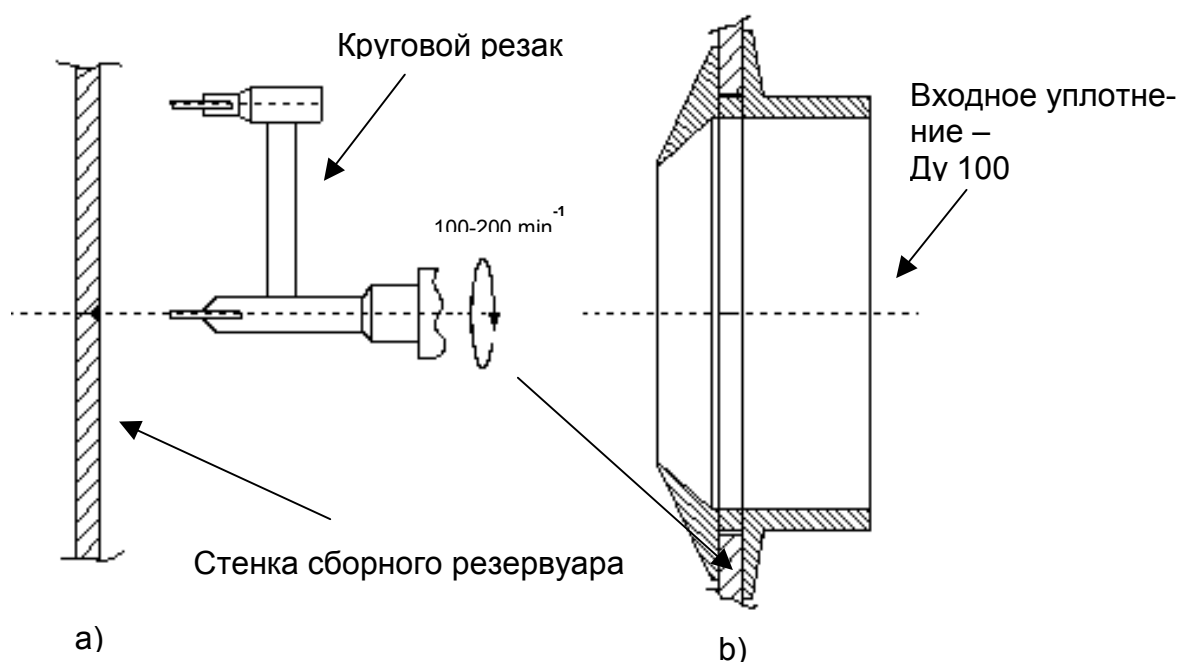

Рис. 5
- С помощью прилагаемого кругового резака, который может использоваться с ручной электродрелью, прорезается соответствующее отверстие для подводящего трубопровода в стенке сборного резервуара (см. рис. 5). Круговой резак имеет рабочий радиус 63,2 мм (расстояние от внешнего края резака до центра). Центрирование резака производится по на стенке бака.